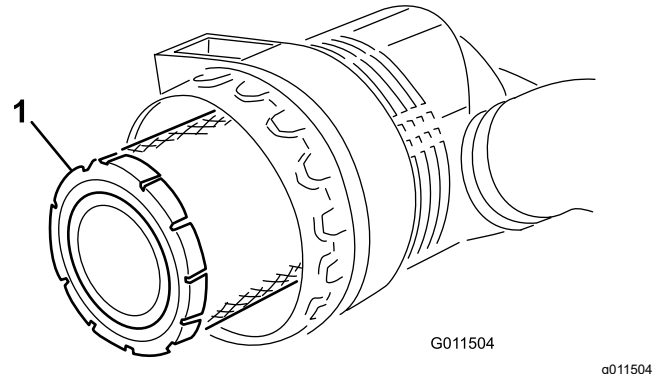

Bild 71
3. Entfernen und wechseln Sie den Hauptfilter aus (**Bild 71**).